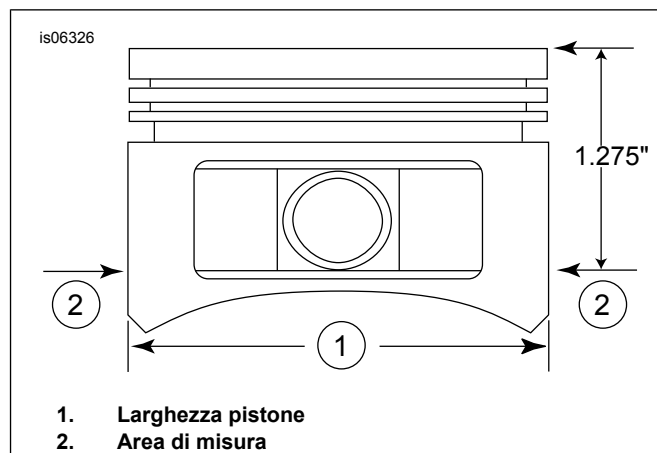

Figura 2. Misure pistone
5. Vedere Figura 2. Misurare la larghezza del pistone (1), 90 gradi orizzontalmente da entrambi i lati del foro dello spinotto del pistone e 1,275 in verso il basso, a partire dalla superficie del piano (superiore) del pistone (2). Per l'accoppiamento cilindro-pistone in questo punto, consultare Tabella 6.